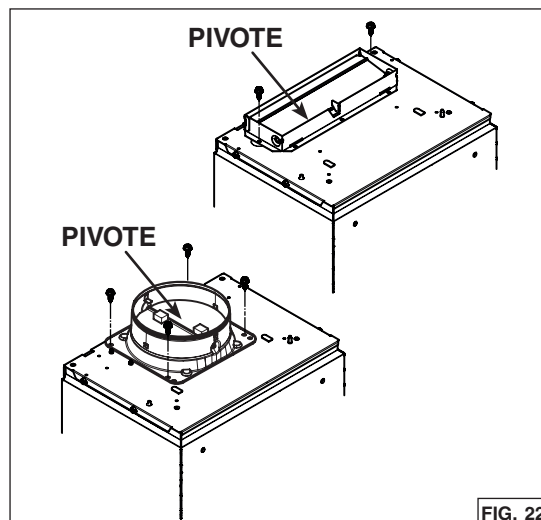

FIG. 22
- Para un conducto rectangular, use 2 tornillos para metales no. 8-18 x 1/4 pulg. (incluidos) para fijar el adaptador/compuerta de 3 1/4 pulg. x 10 pulg. (incluido) en la parte superior del aparato, sobre el orificio de salida del ventilador (FIG. 22).